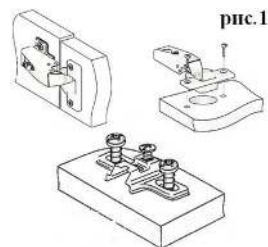

рис.1
1. На бок (поз.5) установите ответные планки на шуруп 4\*13(рис. 1), а на дверь (поз.30) – петли на шуруп 4\*13. На бок (поз.6) и средник (поз.7) установите полкодержатели. На бок (поз.,6,5) и средник (поз.7) на гвозди установите подпятники.